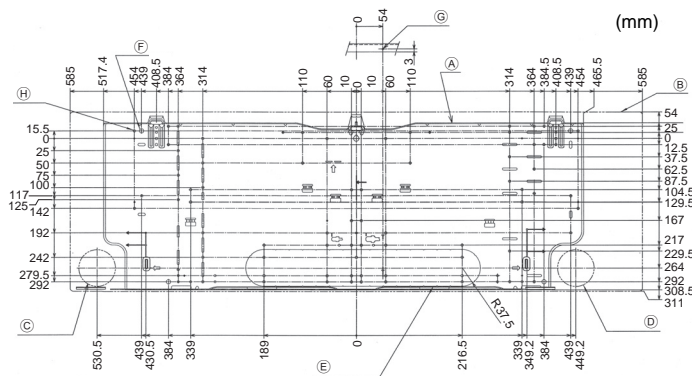

Fig. 3-2
■ PKFY-P-VKM-E (Fig. 3-2)
- A Piastra di montaggio ①